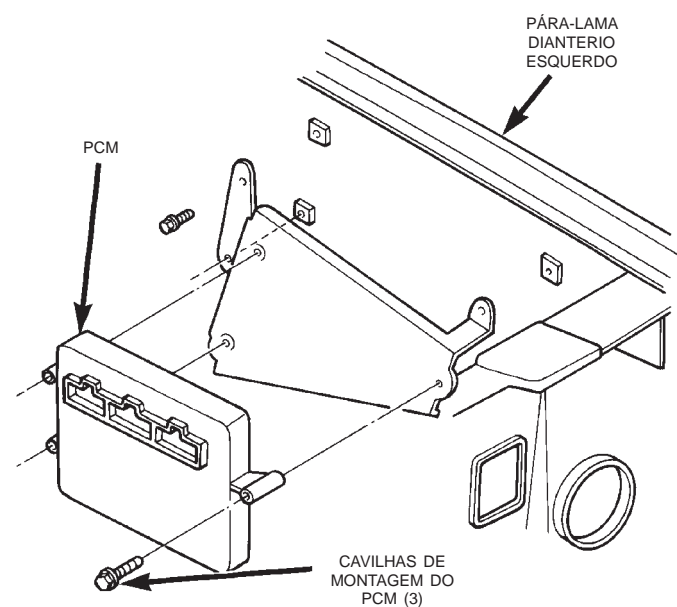

Fig. 48 Montagem do PCM
- (1) Desconecte o cabo negativo da bateria.
- (2) Retire a tampa sobre os conectores elétricos. Tampe as embutideiras do PCM.
- (3) Desligue cuidadosamente os três conectores de 32 vias (Fig. 48) do PCM.
- (4) Retire as três cavilhas de montagem do PCM e retire o PCM do veículo.